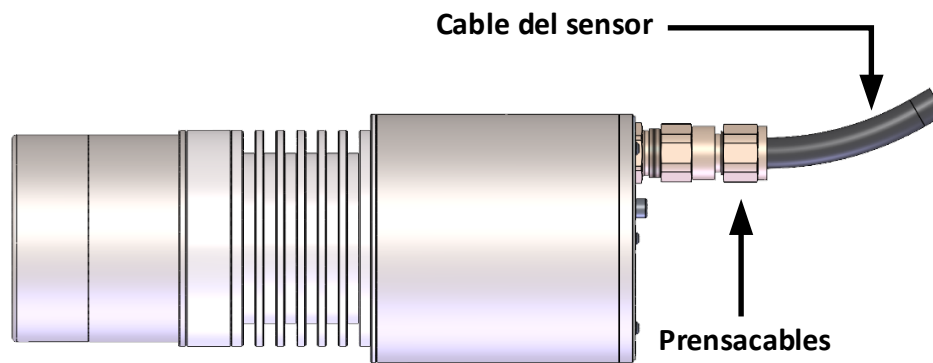

Ilustración 3: Prensacables del sensor
- Cuando se instale el cable, el usuario proporcionará un sistema de alivio de tensión para proteger el prensacables (Ilustración 3). El cable deberá contar con un radio de curvatura de al menos 90 mm. Cualquier curvatura del cable deberá comenzar al menos a 25 mm del prensacables.